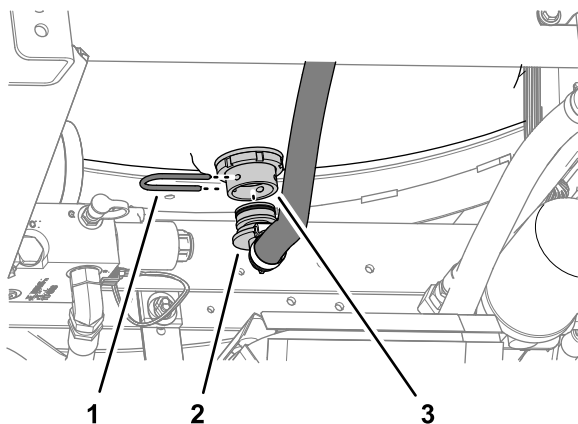

Bild 3
3. Nehmen Sie die Haltegabel unten am Spülbehälter ab, mit der das 90°-Anschlussstück des Zulaufschlauchs am Schottanschlussstück befestigt ist (**Bild 3**).
4. Nehmen Sie das 90°-Anschlussstück vom Schottanschlussstück ab (**Bild 3**).